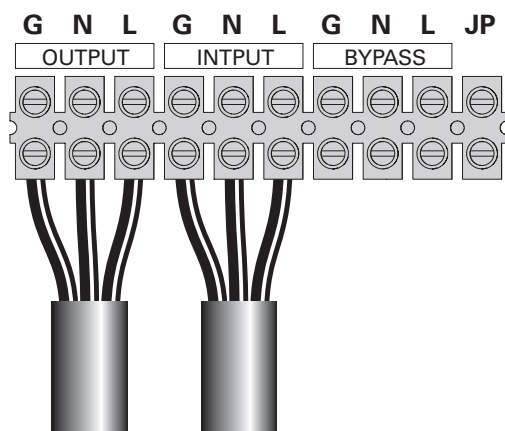

Abbildung 19.
- 1 - Remove the metal jumper (siehe Abbildung 19).